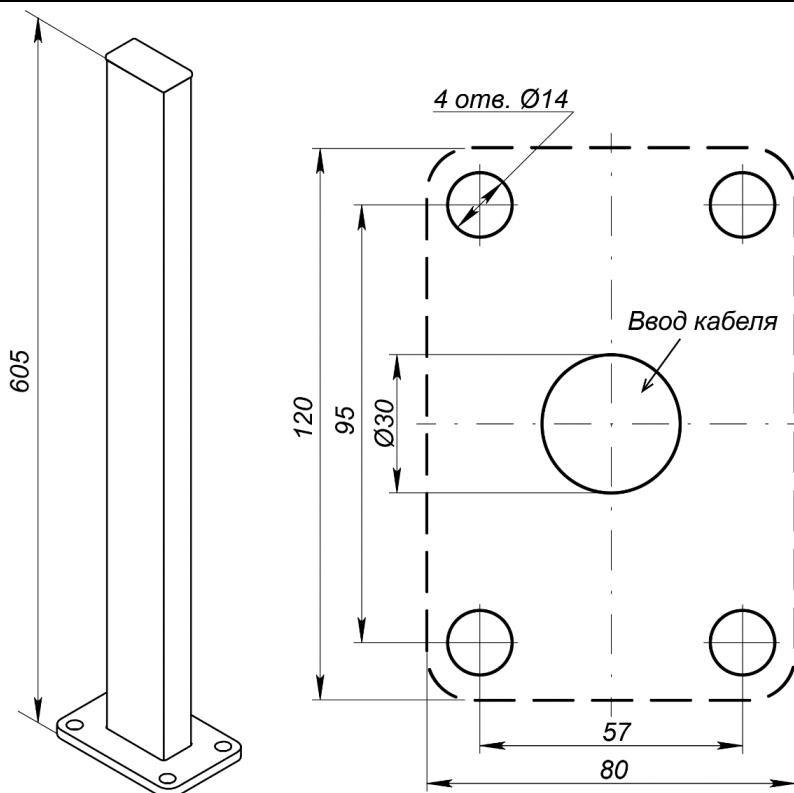

Рисунок 13. Внешний вид и схема разметки отверстий для установки стойки для фотоэлемента безопасности *PERCo-GDS1*
Фотоэлемент безопасности может устанавливаться на стойке **PERCo-GDS1** (входит в дополнительный комплект поставки) (см. рис. 13).
2. Выполните в установочной поверхности отверстия под гильзы анкеров в соответствии со схемой разметки (см. рис. 13), а также штробы для проводов питания и соединения при необходимости. Размер отверстий на схеме указан для анкеров типа PFG IH8 («SORMAT»), при использовании других типов анкеров необходимо выполнять отверстия соответствующих им диаметра и глубины.